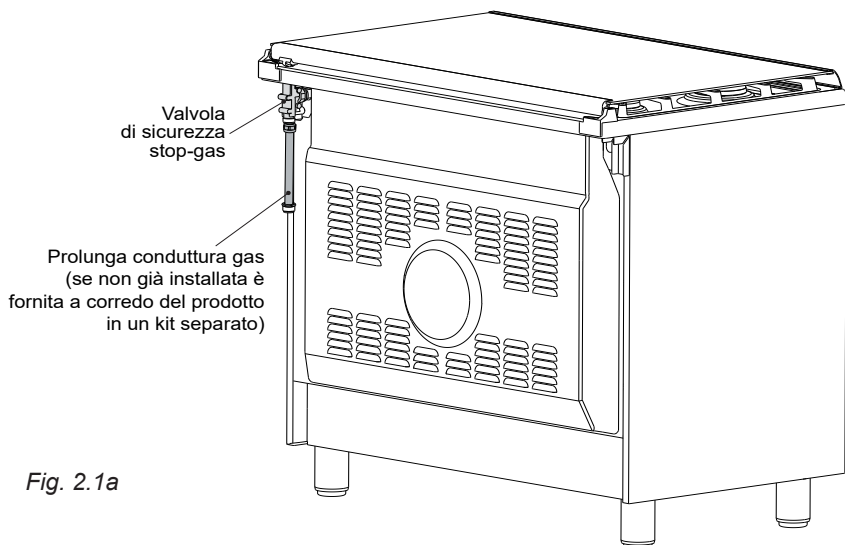

Fig. 2.1a
- Il collegamento va eseguito sul retro della cucina (fig. 2.1a), nella parte sinistra; il tubo non deve attraversare la cucina.